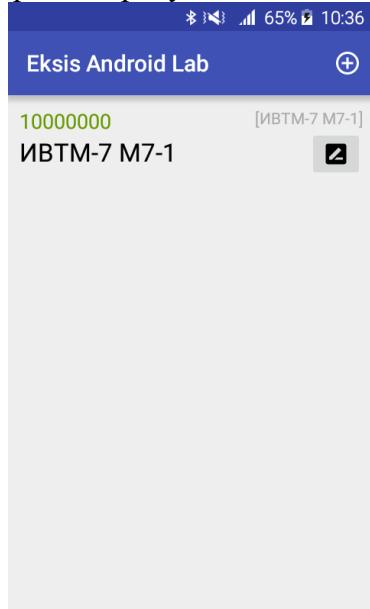

Рисунок 5.6 Экран поиска приборов
- Нажать «+» в окне программы «Eksis Android Lab». В окне поиска приборов выбрать появившийся измеритель, рисунок 5.6.